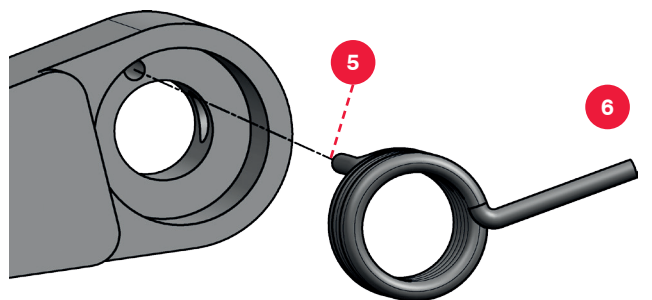

Figure 18
- Pour replacer le ressort ④ dans le linguet de sécurité ① mettre la branche du ressort parallèle au sens de l'axe ⑤ dans le trou se trouvant à l'intérieur du linguet de sécurité (figure 18).
- L'autre branche du ressort ⑥ perpendiculaire au sens de l'axe, doit être enfilée dans le trou du crochet ⑦
- Pour la vis de retenue ②, utilisez un peu de frein filet résistance moyenne (par ex. : Loctite de type 243).